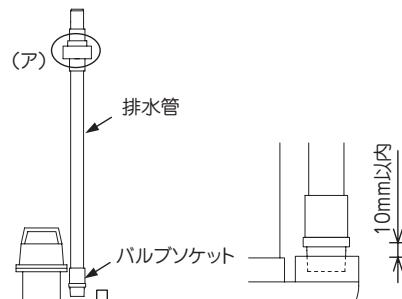

図1 図2
(1) ポンプに排水管を取り付けてください。
- 排水管のバルブソケット部にシールテープを3回程度巻き付け、ポンプの相フランジに緩みが無いようねじ込んでください。(図1、2)
(2) ポンプをポンプ槽内に設置してください。